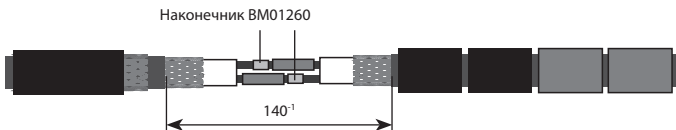

Рис. 4
5.9. Наконечник ВМ01260 вставить в изолированные токопроводящие жилы и обжать их с помощью ручного кремпера (рис. 4). Повторить эту операцию для другой пары изолированных жил.